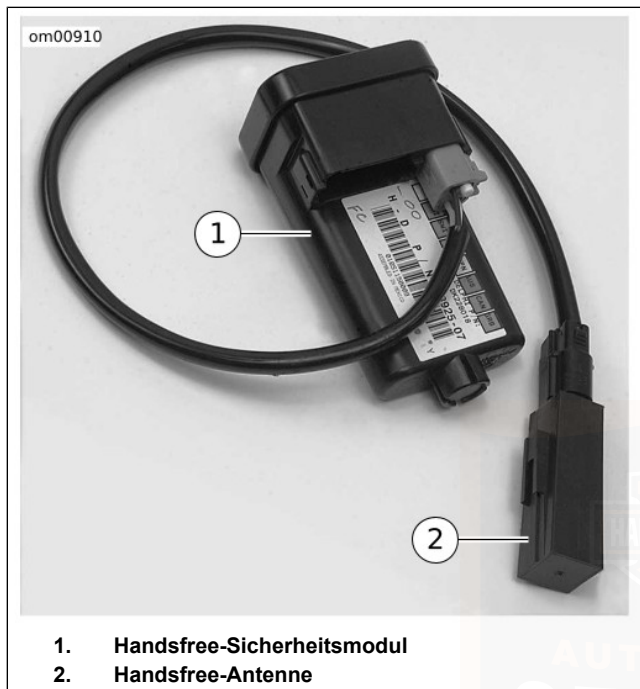

Abbildung 21. Sicherheitsmodul mit Antenne
Siehe Abbildung 21. Das Harley-Davidson Smart-Sicherheitssystem (H-DSSS) besteht aus dem Handsfree-Sicherheitsmodul (HFSM) (1) und einer Handsfree-Antenne (2), die auf dem Motorrad montiert sind, sowie dem Handsfree-Schlüsselanhänger, der vom Fahrer/Sozius **mitgeführt** wird.